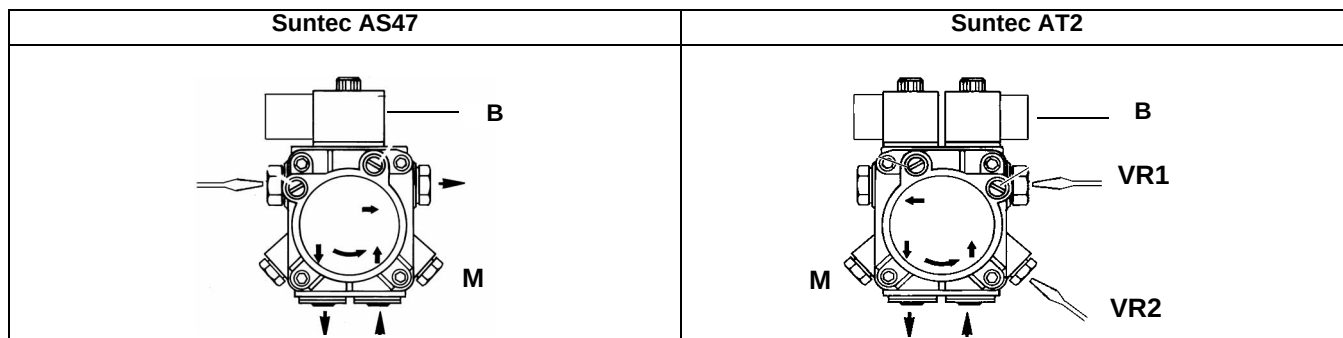

Рис. 21
6) (только для горелок **HS18**) для того, чтобы отрегулировать запуск на уменьшенной мощности, на фазе предварительной продувки отрегулировать давление на насосе с помощью винта **VR1** (Рис. 21), на основании расхода, требуемого при розжиге (например 9-10 бар), никогда не опускаясь ниже 8 бар.
7) (только для горелок **HS18**) после фазы розжига, электронный блок контроля пламени дает команду на ввод в действие второй ступени (пламя в режиме): отрегулировать давление на насосе с помощью винта **VR2** (Рис. 21), на основании требуемого расхода, (например 17-18 бар), никогда не превышая давление свыше 18 бар.
10) заново подсоединить катушку **В** к насосу (Рис. 21);